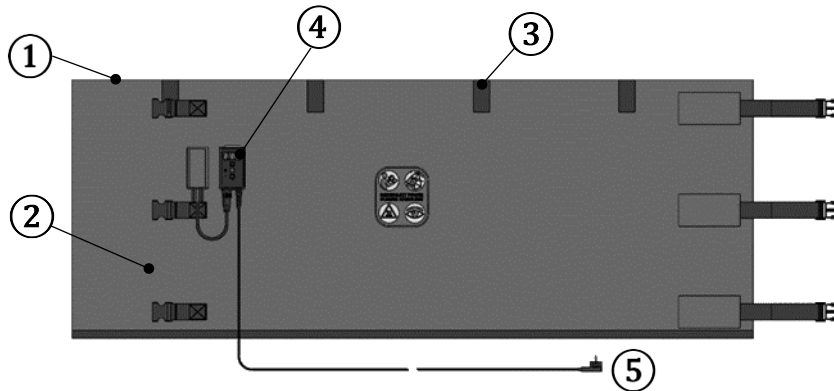

Abbildung 6.3.1: Fassheizer WODPX (Außenseite)
6.3 Aufbau (Abbildung 6.3.1 und 6.3.2)